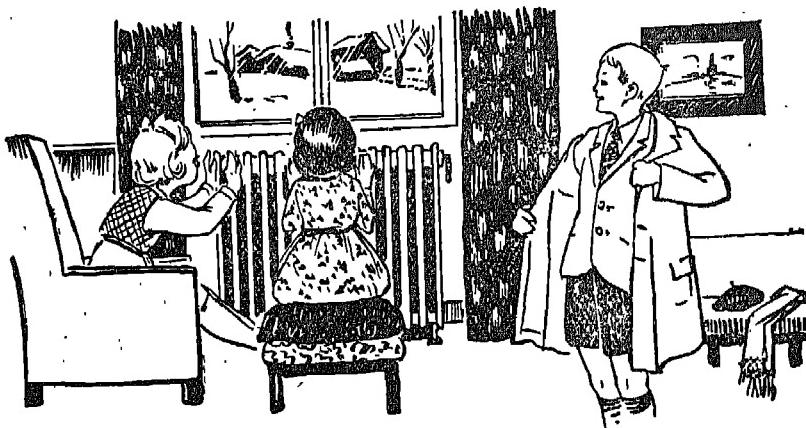

Fig. 2. — Décourez-vous en entrant dans une pièce chauffée, l'hiver.
- b) des *vêtements complémentaires* (manteau, foulard, etc...) qu'on ne mettra qu'au moment de sortir. Il ne faut jamais les garder sur soi dans une pièce bien chauffée (fig. 2).